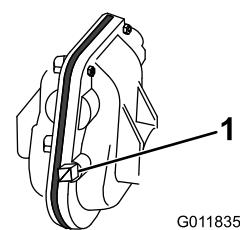

Figure 15
- Retirez l'obturateur de tuyau du boîtier d'engrenages de la vis sans fin en plaçant l'extrémité ouverte d'une clé à douille (3/8 po) à rallonge sur l'obturateur et en utilisant une clé à fourche (3/8 po) sur l'extrémité carrée de la rallonge (Figure 15).